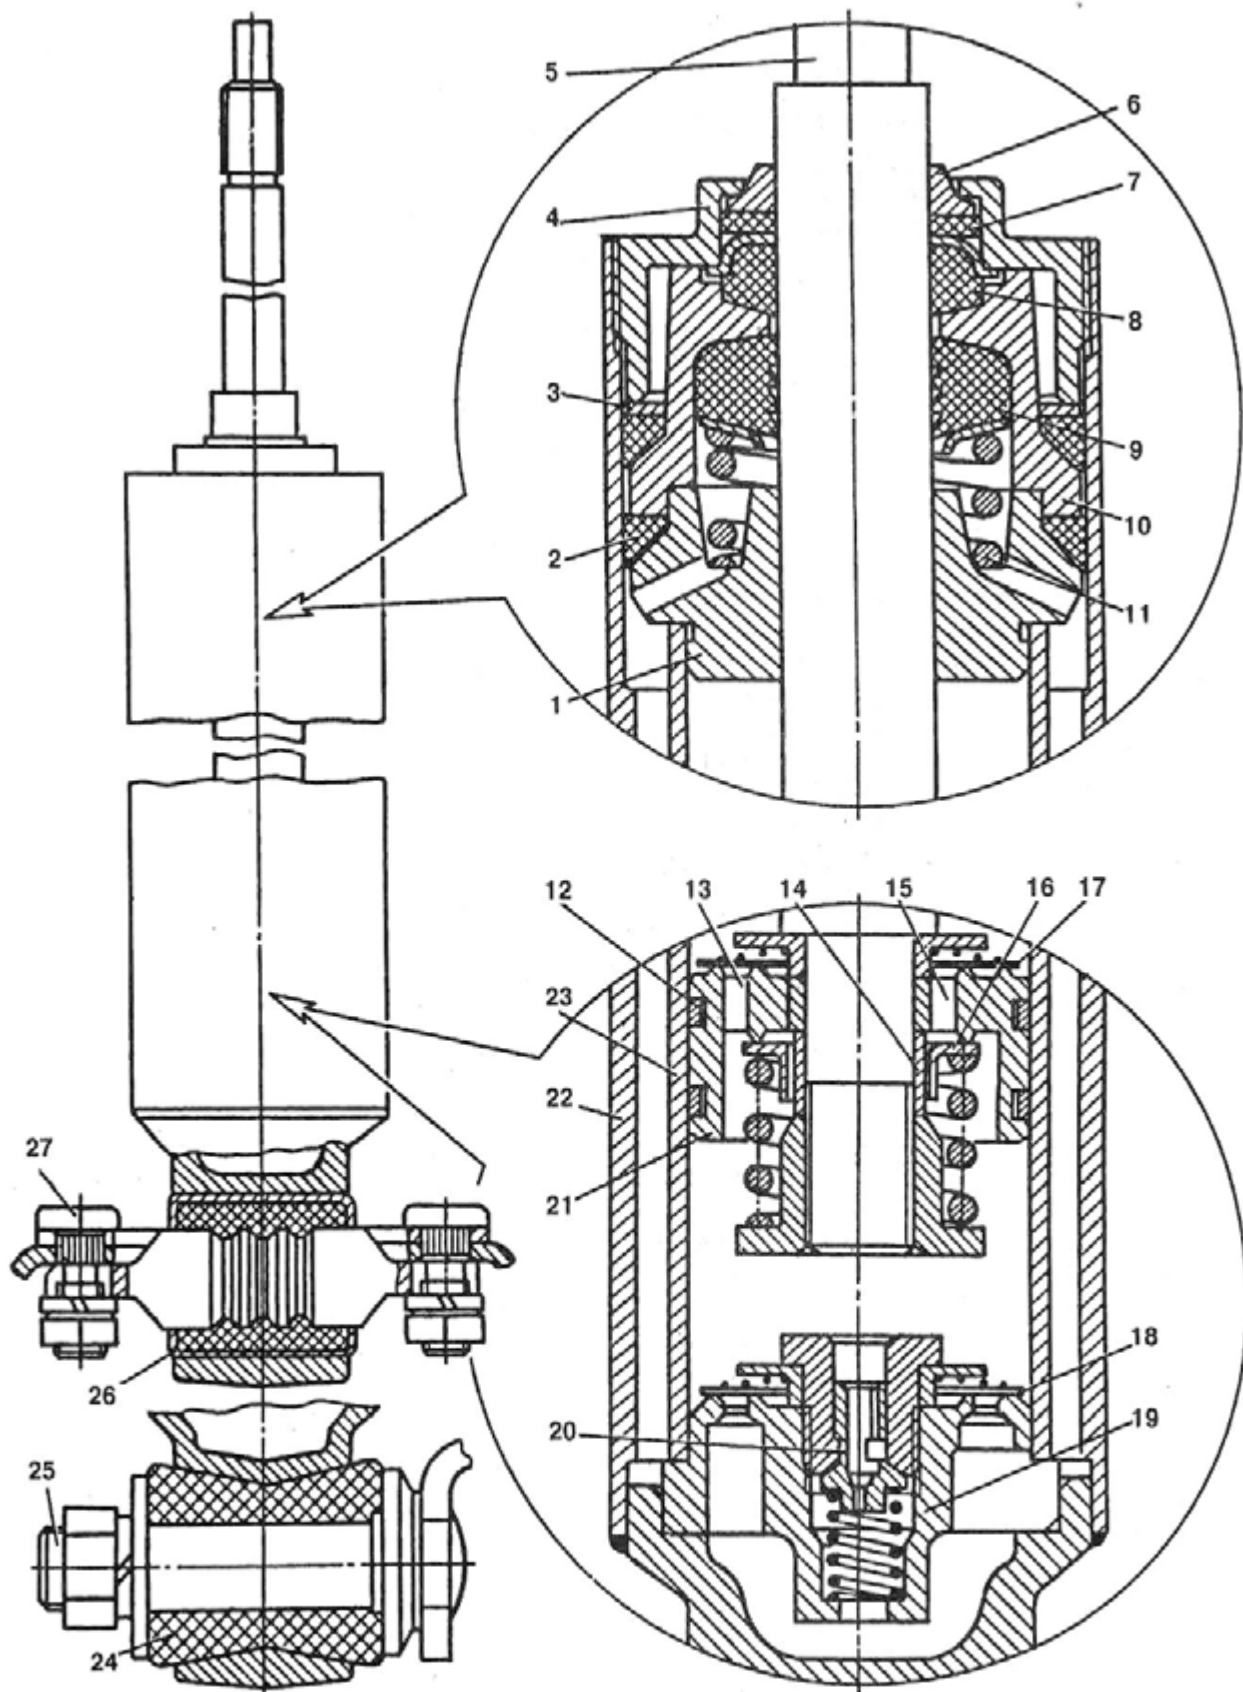

Рис. 150. Амортизатор (передний и задний):
Передние и задние телескопические амортизаторы (рис. 150) автомобиля ГАЗ-24-10 одинаковы по конструкции и имеют много общих деталей.
Однако после первых 6 тыс. км пробега полезно снять амортизаторы с автомобиля и подтянуть гайку 4 (см. рис. 150) резервуара с приложением момента 6...7 кгс·м. Гайку следует подтягивать плавно, без рывков усилием одной руки. Своевременная подтяжка гайки компенсирует первоначальную усадку резиновых уплотнительных колец, чем значительно повышается надежность дальнейшей работы амортизатора.
- отвернуть гайку 4 (см. рис. 150);